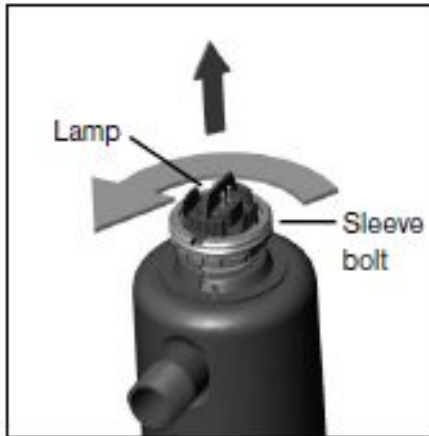

图 3.
6. スリーブのボルトを持ちながらランプ／スリーブ構成部のねじを緩め、図3のように注意しながらリアクターから取り外してください。この構成部を取り扱う際、端の方のみを持ってください。もし必要であるのなら、スリーブボルトの二つの平たい面にスパナを使って緩めて下さっても構いません。スリーブボルトの中にあり半分出っ張っている、ランプの端にはスパナは使用しないで下さい。